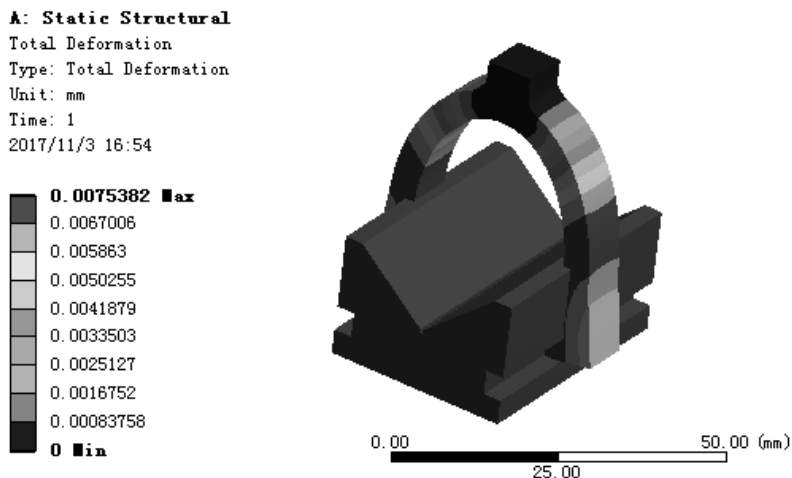

图 7.6.20 位移变形结果图解
(3) 查看位移结果图解。在“Outline”窗口中选中  Total Deformation，查看图 7.6.20 所示的位移变形结果，其最大位移为 0.0075382 mm。